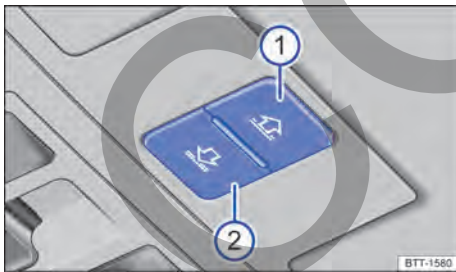

Fig. 86 En el revestimiento interno del techo: teclas para operar la cortina de protección solar.
Las teclas → fig. 86 ① y ② tienen dos niveles. Al presionar las teclas hasta el primer nivel, puede abrir o cerrar la cortina de protección solar total o parcialmente.
- Antes de que pasen unos 5 segundos desde la activación de la función antiaprisionamiento, presione la tecla → fig. 86 ② hasta que la cortina se cierre por completo.